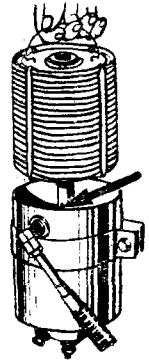

Рис. 21. Смена фильтрующего элемента.
6. Фильтр тонкой очистки (рис. 21) масла имеет сменный фильтрующий элемент, который следует заменять одновременно со сменой масла в картере или чаще, при сильном потемнении масла, видимом на стержневом указателе уровня.
б) отверните пробку сливного отверстия, слейте отстой, выньте фильтрующий элемент, начисто протрите внутреннюю поверхность корпуса и прочистите боковое отверстие центральной трубки для стока масла в картер (на рис. 21 указано стрелкой).